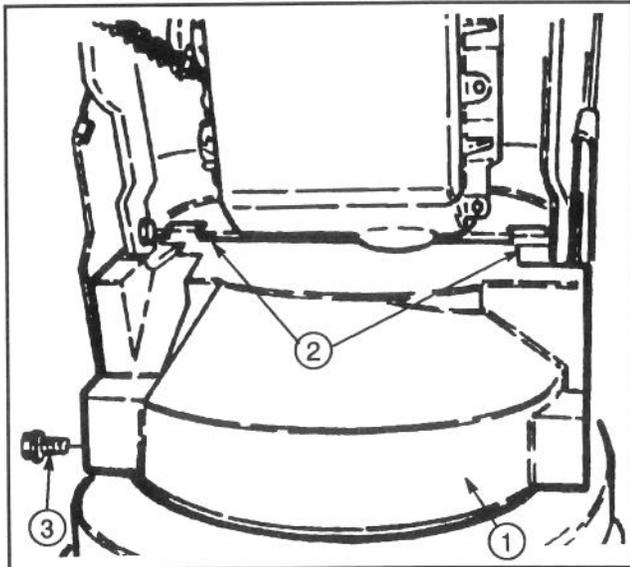

Abbildung 2
7. Untere Riemenabdeckung mit 2-1/4–20 x 1/2" Kopfschrauben an Unterseite des Räumtriebegehäuses befestigen (Abb. 2). Sich überzeugen, daß die Riemenabdeckungs-Befestigungszungen hinten am Motorrahmenglied befestigt sind.